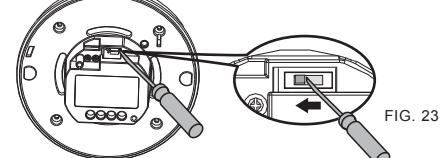

FIG. 23
4.2.1.3 Hvis det registreres bevegelse sender CCT551011 / CCT551012 et C-buss styringssignal for å styre C-bussystemets forbrukere på (se FIG. 23).